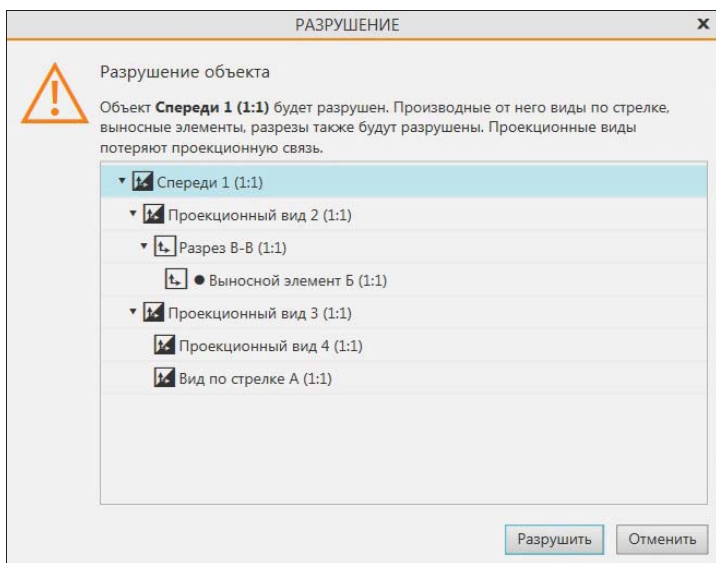

Рис. 24.17. Диалоговое окно РАЗРУШЕНИЕ
- ◆ **Разрушить** — появляется диалоговое окно РАЗРУШЕНИЕ (рис. 24.17). Нажмите кнопку **Разрушить**. После этого возможна корректировка вида;